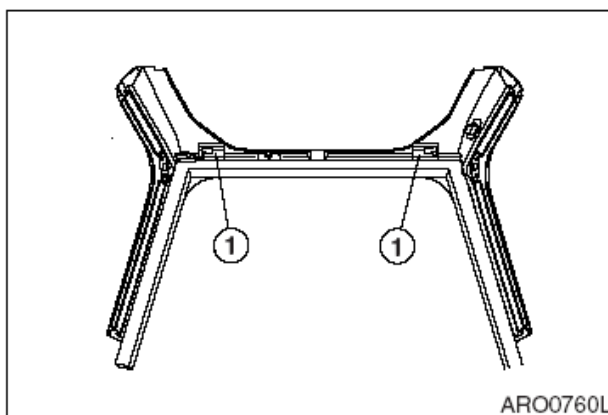

Рис. 97
6. Толкать переднее стекло, чтобы закрепить его запорными задвижками (1, рис. 97).